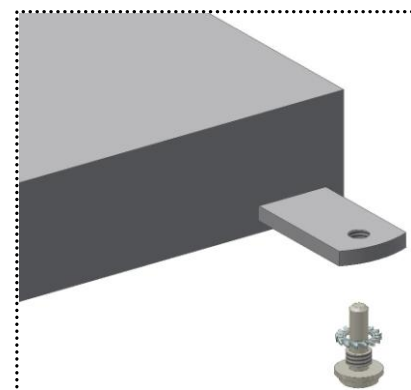

Fig. 1
- Collocare i perni inferiori con rondella dentellata nella levetta di fissaggio della porta (Fig.1);